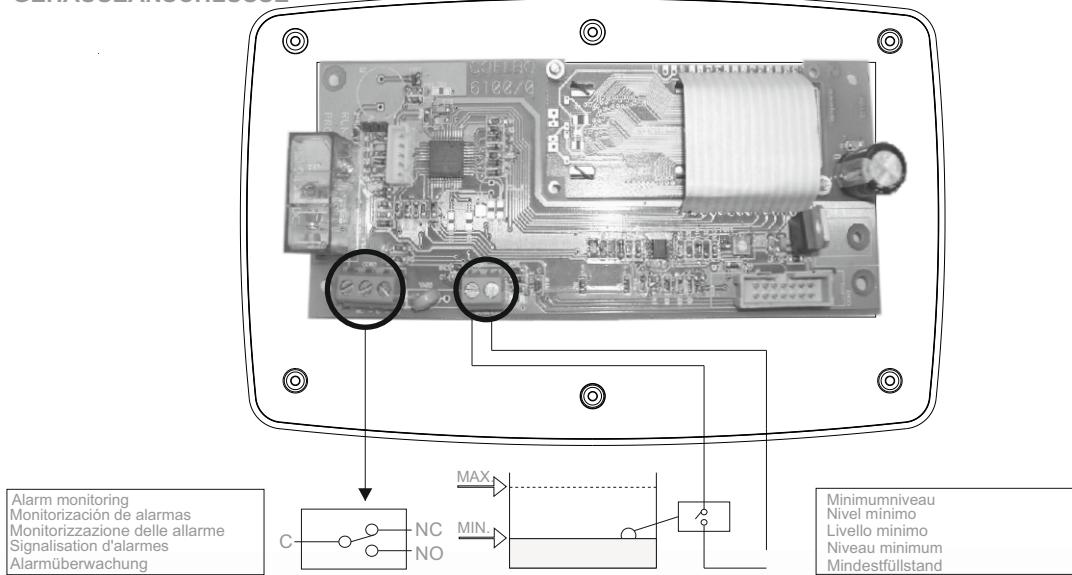

Fig. 4
- Alarm monitoring: **ONEMATIC** heeft 1 spanningvrij contact met 1 A maximum intensiteit voor de signaaloverdracht naar verschillende types alarmuitrusting (optisch, akoestisch, etc) als een defect, dat eerder was verschenen in het LCD scherm, wordt vastgesteld. Voor aansluiting, zie Fig. 4.
- Min. niveaucontrole: er is een ingang om al de pompen stop te zetten zodra de externe schakelaar voor min. niveaudetectie uitvalt. Voor connection see Fig. 4.